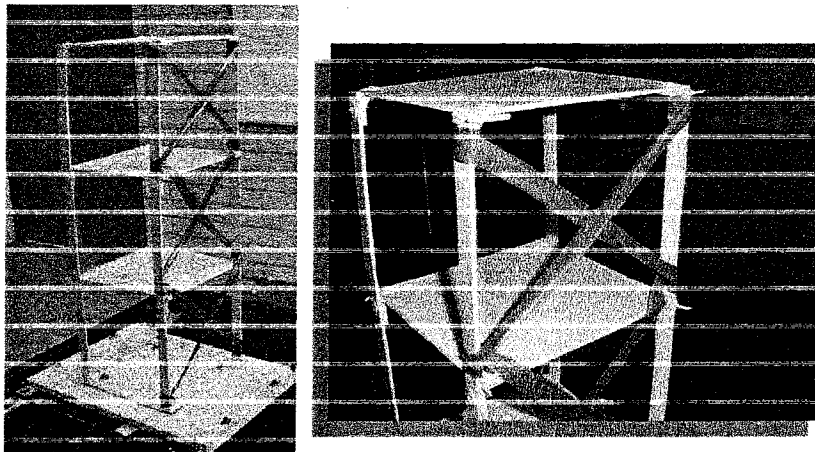

Figura 19. Modelo tridimensional contraventeado parcialmente.
- b) Coloque contraventeos en uno de los lados del modelo estructural empleando como material cinta plástica de aislar (figura 19).